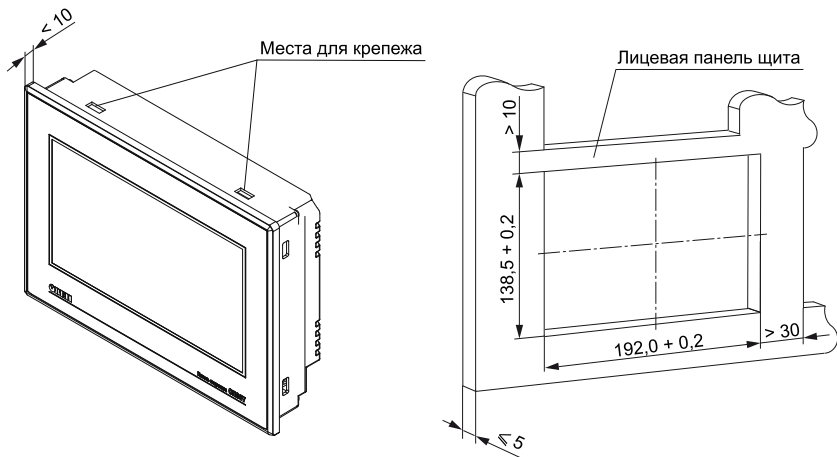

Рисунок 6.4 – Установочные размеры панели
3. Крепежные зажимы вставить в вырезы на верхней и нижней сторонах корпуса (см. *рисунок 6.4*).